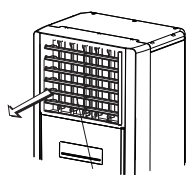

Рис. 3
*начале работы створки можно направить вниз, чтобы ускорить охлаждение в нижней части помещения, однако затем следует переключиться в нормальный режим, чтобы обеспечить оптимальную циркуляцию. Положение створок вниз следует устанавливать в режиме обогрева (рис. 3).*